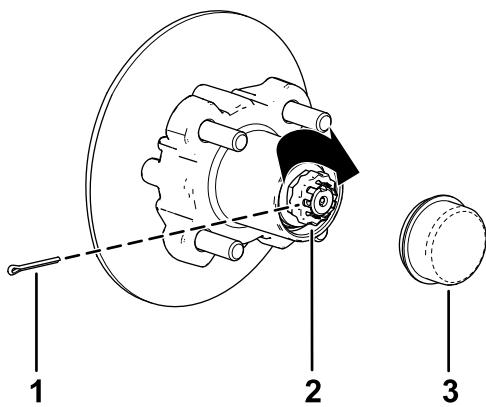

図 43
8. ナットの上からリテーナを取り付け、リテーナのスロットとスピンドルのスロットが整列しているかどうか確かめる図 43。
9. コッターピンを取り付け、ピンの足をリテーナに巻き付けるように曲げる図 43。
10. ハブにダストキャップを取り付ける図 43。